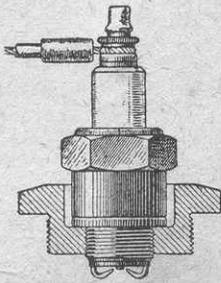

Рис. 248. Неправильная посадка свечи. Нарезка и электроды слишком далеко заходят в камеру сгорания.
На рис. 248—250 показаны три различных положения запальных свечей в камере сгорания.
1. Запальная свеча слишком длинна (рис. 248).